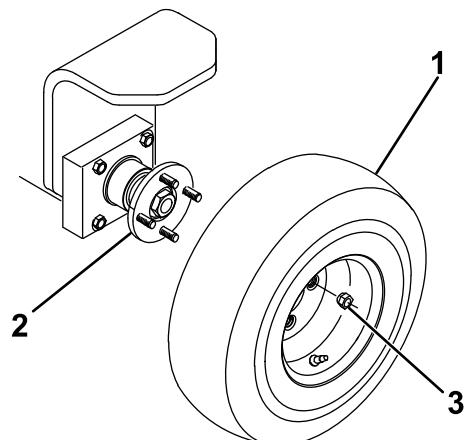

Bild 2
1. Montieren Sie das Rad auf der Hinterradnarbe (Bild 2).
2. Setzen Sie die Muttern ein (Bild 2) und ziehen Sie sie auf 61 bis 88 Nm an.